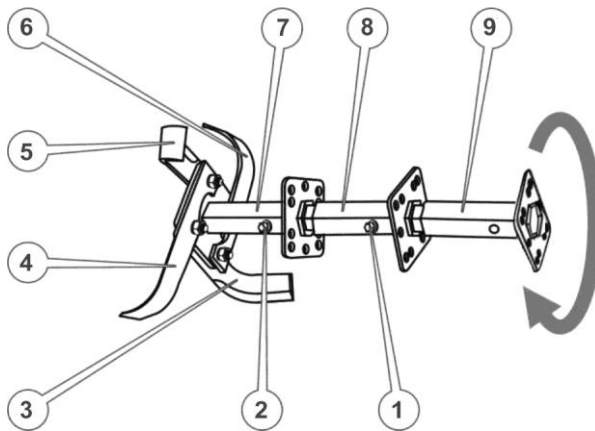

Рисунок 4.4. Ґрунтофреза
1. Вставити додаткову маточину ротора в шестигранний отвір основної маточини та зафіксувати, щоб уникнути можливого осьового зсуву, пальцем із шплінтом (див. Рисунок 4.4.).
3. Прикласти підготовлені ножі до кріпильного квадрата маточини уздовж двох суміжних сторін цього квадрата таким чином, щоб квадрат опинився всередині загинів ножів, загострені частини ножів були направлені в напрямку обертання (як зазначено стрілкою на Рисунок 4.4.), кріпильні отвори ножів збіглися з отворами квадрата, при цьому кінцевий отвір одного ножа збігся із серединним отвором іншого ножа. Утримуючи ножі в такому положенні, вставити в отвір кріпильний палець та зафіксувати шплінтом.